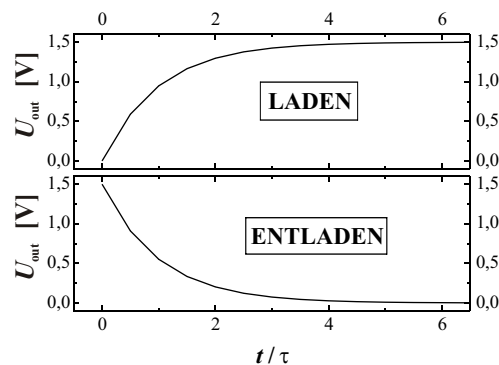

Abbildung 1: Lade- und Entladekurve eines RC-Gliedes (Zeit relativ zu  $\tau$ )
- h) Als Dielektrikum wurde zu dieser Zeit in aller Regel  $\text{SiO}_2$  benutzt [vgl. Abb. 1(c) des Aufgabenblatts].